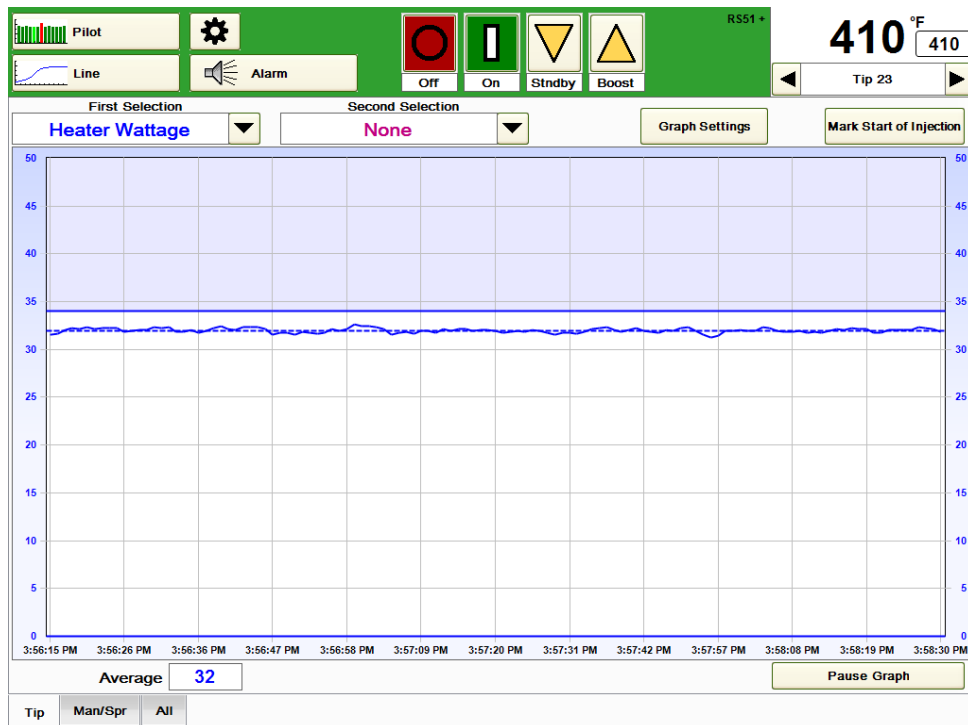

Abbildung 19c Liniendiagramm (Anzeige der Leistung mit benutzerdefinierter Skala)
- 3) Drücken Sie das Feld **Watt-Alarm aktivieren**, um die Wattalarm-Überwachung zu aktivieren. Wenn die Wattüberwachung für das Heizelement aktiviert ist, können in dem Liniendiagramm der Alarmwert als durchgehende Linie und der Bereich, in dem Alarm ausgelöst wird (in Abbildung 19c bläulich, da die Heizleistung als erster Wert ausgewählt ist) zusammen mit der Wattleistung des Heizelements angezeigt werden. Möglicherweise müssen die Diagrammeinstellungen mithilfe der benutzerdefinierten Einstellungen bearbeitet werden, damit der bläuliche Bereich sichtbar ist.